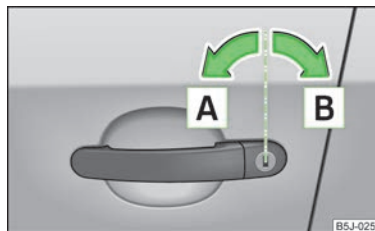

Abb. 10
- Den Schlüssel im Schließzylinder der Fahrertür in die Fahrtrichtung (Entriegelungsstellung) **A** drehen » Abb. 10.
- › Den Schlüssel im Schließzylinder der Fahrertür entgegen der Fahrtrichtung (Verriegelungsstellung) **B** drehen » Abb. 10 auf Seite 26.